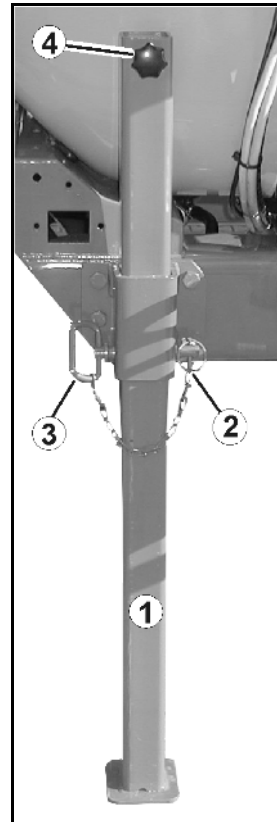

Fig. 42
Pé de apoio deslizante (Fig. 42/1) :
1. Soltar a ficha móvel (Fig. 42/2).
2. Retirar o perno (Fig. 42/3).
3. Subir/baixar o pé de apoio mediante o punho (Fig. 42/4).